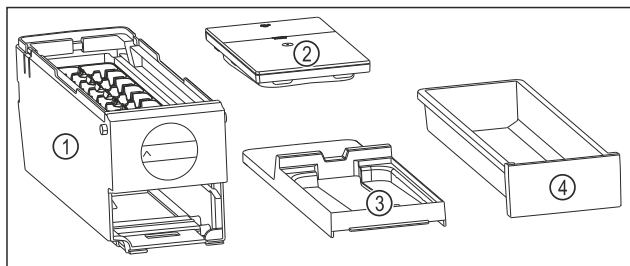

Fig. 107 Составные части EasyTwist-Ice
- ▶ EasyTwist-Ice разобран на четыре части. (см. Fig. 107)
- Разбирайте EasyTwist-Ice только на составные части, представленные на рисунке. (см. Fig. 107)
- Очищайте корпус EasyTwist-Ice Fig. 107 (1) как цельное устройство.